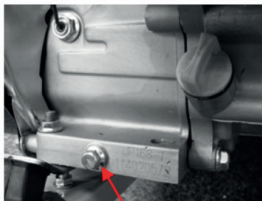

Рис. 16
3. Выкрутите сливной болт (рис. 16, 17);